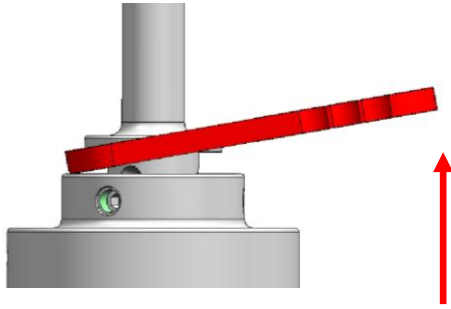

Fig. 5
2. 将刀片壳向前拉动, 与控制单元分离开。如果是较小尺寸的刀片壳, 可以使用SOLO扳手来分离 (图5)。
2. Pull the blade housing forward, away from the tool head. By small diameters and/or short length, use the SOLO key for disassembly (Fig. 5).